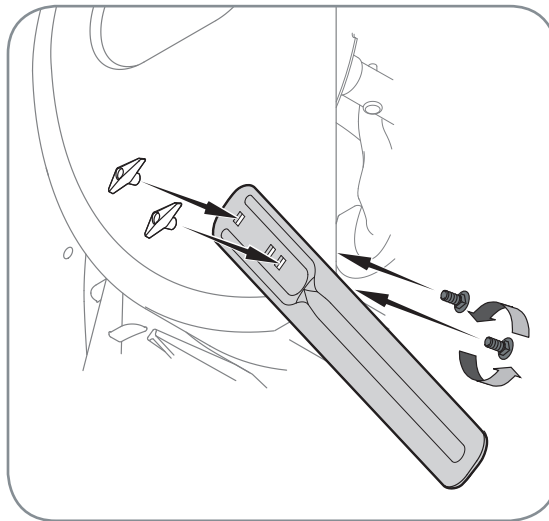

Figure 3-8
- Positionnez les barres de coupe pour qu'elles frottent face à l'avant comme illustré à la Figure 3-8.